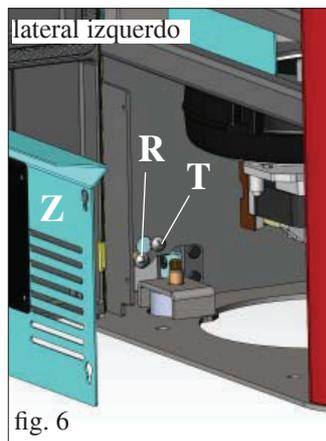

fig. 6
Completar la operación fijando el rosetón de cierre entregado (E - fig. 6) a través de los tornillos entregados después de haber vuelto a montar el lado de metal.
Verificar la alineación vertical de los laterales de cerámica (C) y efectuar las regulaciones a través de los tornillos situados sobre la parte superior (V - fig. 5) y en el interior de la estufa a través de los tornillos (R - fig. 6/7)
NOTA: antes de realizar la operación, retirar el panel galvanizado (Z - fig. 6/7) de ambos lados y aflojar los tornillos de bloqueo (T - fig. 6/7).